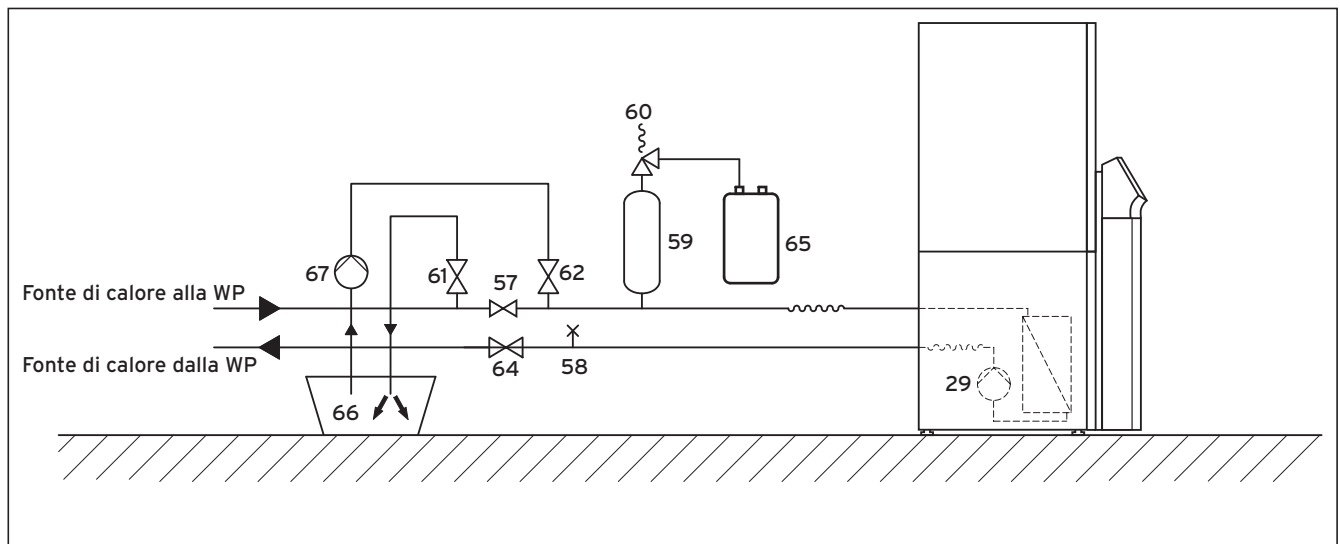

Fig. 5.1 Circuito della sorgente di calore
- Riempire quindi il sistema della sorgente di calore con la miscela incongelo del recipiente (**66**). Per questa operazione è necessaria una pompa di riempimento (**67**) che al tempo stesso, durante il riempimento, provveda a sfiatare il circuito collettore. Vaillant consiglia la pompa di riempimento Vaillant (n. art. 307 093). Il tubo di mandata della pompa viene collegato alla valvola d'intercettazione (**62**) (vedere fig. 5.1).